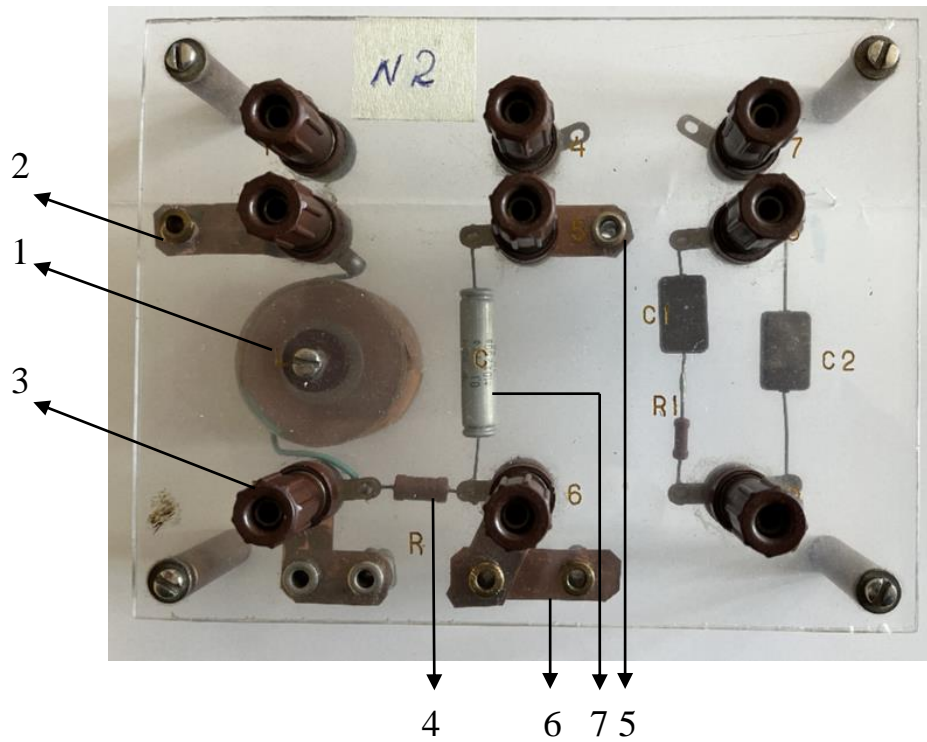

Рис. 6
Общий вид платы представлен на рис. 6.
1. Убедитесь, что выходной кабель подключен к гнезду (6)-выход **600  $\Omega$** . Другой конец кабеля заканчивается двумя штеккерами на проводах разной длины. Длинный провод соединен с корпусом прибора и, таким образом, с общей точкой схемы генератора. Часто корпус прибора соединяют с землей. Поэтому длинный провод на другом конце кабеля называют «**Общим**» или «**Земля**» - (символ  $\perp$ ). Переменное напряжение от генератора на плату рис.6 поступает по короткому проводу.
2. Переключатель поддиапазонов частот (9) установите в положение **102**.
3. Переключатель установки частоты (3) установите в положение **60,0 Hz**.
4. Переключатель ступенчатого ослабления выходного напряжения (4) установите в положение **0**.
5. Ручку плавной расстройки частоты (8) установите в нейтральное положение.
6. Ручку плавной регулировки выходного напряжения (7) поверните до упора против часовой стрелки – напряжение на выходе минимальное.